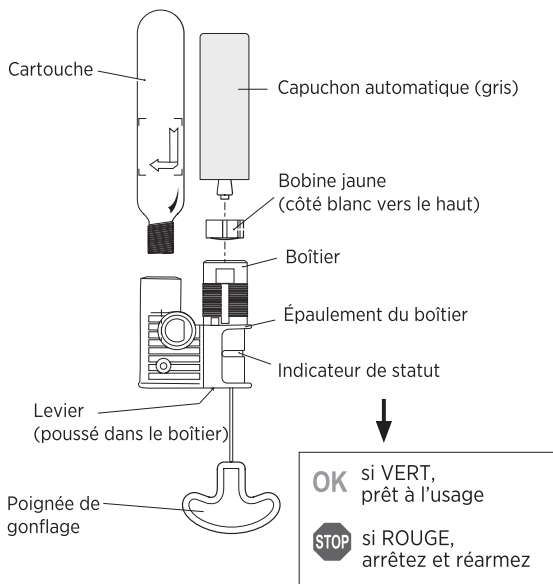

FIGURE 7 MD2040 MODE AUTOMATIQUE
5. IMPORTANT! La bobine jaune doit être installée dans le boîtier avec le côté blanc vers le haut (Fig. 7). Alignez les rainures de la bobine avec les languettes dans l'orifice du boîtier et insérez-la.
1. Repérez le mécanisme de gonflage et sortez-le de son compartiment. (Fig. 7).
7. **IMPORTANT!** La bobine jaune doit être installée dans le boîtier avec le côté blanc vers le haut (Fig. 7). Alignez les rainures de la bobine avec les languettes dans l'orifice du boîtier et insérez-la.
11. Examinez l'indicateur de statut (Fig. 7) et assurez-vous qu'il est VERT. Si l'indicateur est rouge, le mécanisme de gonflage a été déclenché ou n'est pas armé correctement et doit être réarmé.